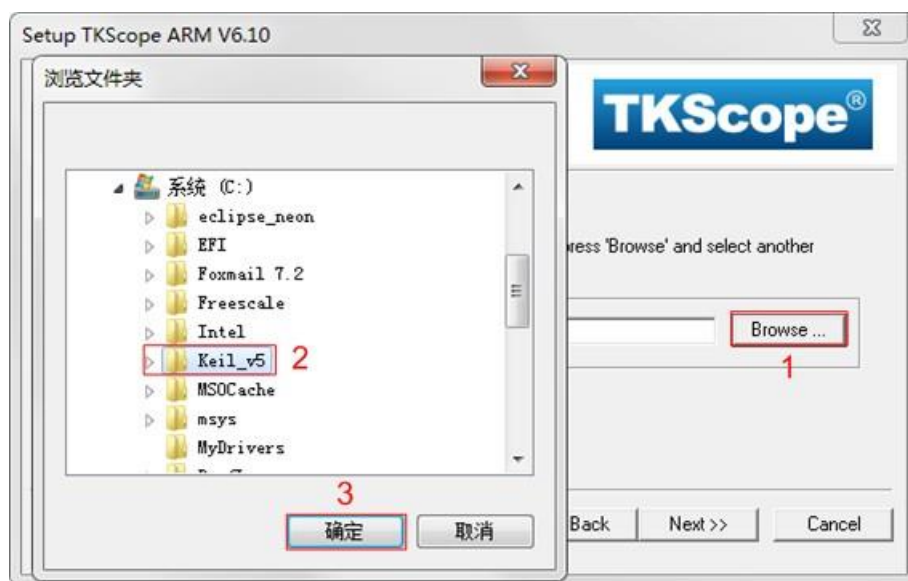

图 2.36 选择安装路径
- (2) 勾选 **【I agree to ...】**，然后点击 **【Next】**，如图 2.36 所示。